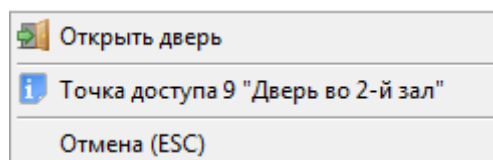

Рисунок 8-156 Контекстное меню для однонаправленной точки доступа с режимом работы "Проход"
- Для точки доступа, имеющей режим «Проход» (см. Рисунок 8-156) – для однонаправленной точки доступа, имеющей режим «Проход»;